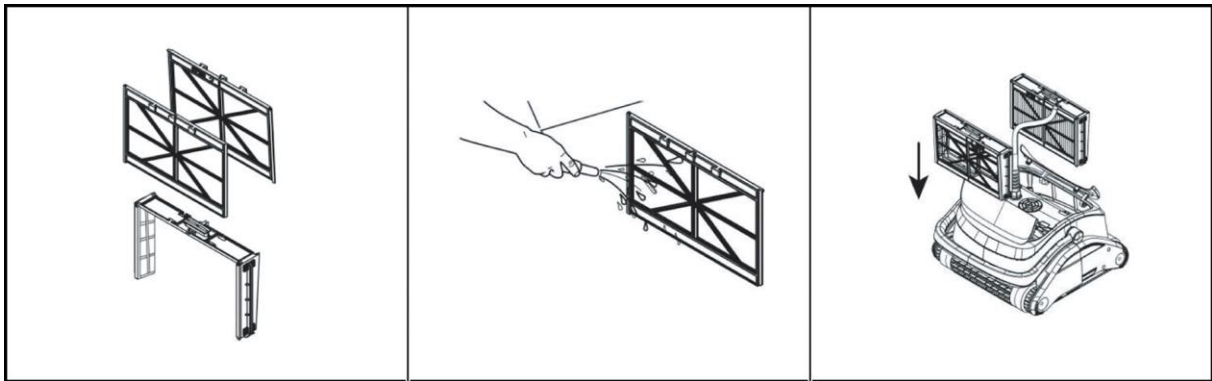

Fig. 6
- Pulire allo stesso modo regolarmente i cestelli filtranti facendo scorrere la griglia laterale verso l'altro e pulendola/risciacquandola con cura (Fig. 6).